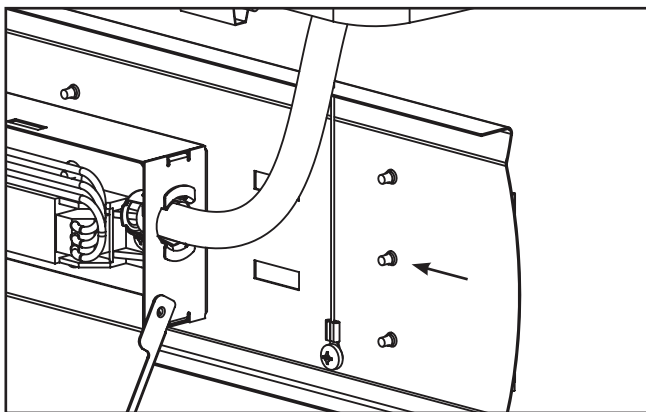

Figure 13.
14. Acheminez les câbles dans le trou du boîtier et réinsérez complètement l'agrafe jusqu'à ce qu'elle soit verrouillée en place. (Figure 13)